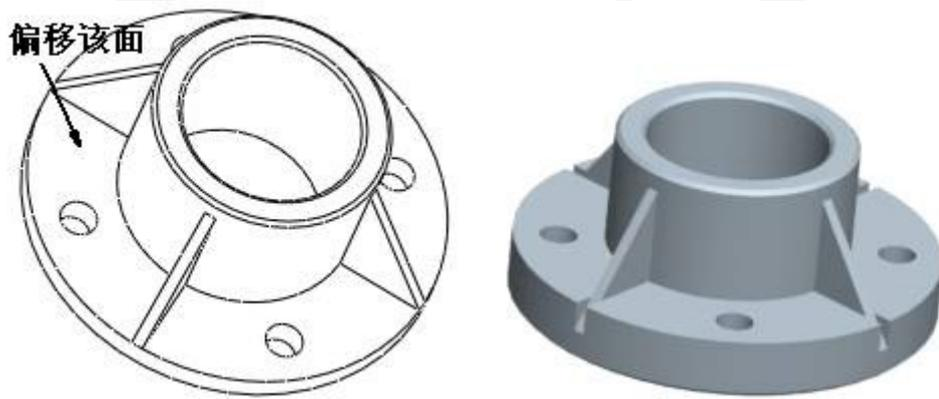

图 12-1 练习 12-1 操作示意图
【练习 12-1】： 打开附盘 “\ch12\12-1.prt”文件，使用【偏移】命令偏移复制选定的面，如图 12-1 所示。
1、选择图 12-1 中箭头指示的面，然后单击菜单【编辑】→【偏移】命令，打开偏移特征操控板。2、设置偏移类型为“标准”。3、设定偏移值为“10”，在【选项】面板中选中“侧面”选项。